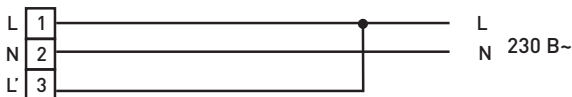

Рис. 3
- присоединить подготовленные концы кабеля к винтовым зажимам клеммной колодки, согласно маркировке(рисунок.3)
6.8.3 Монтаж светильника на рабочую поверхность производится при помощи монтажных скоб и крепежа, входящего в комплект поставки (рисунок 3):